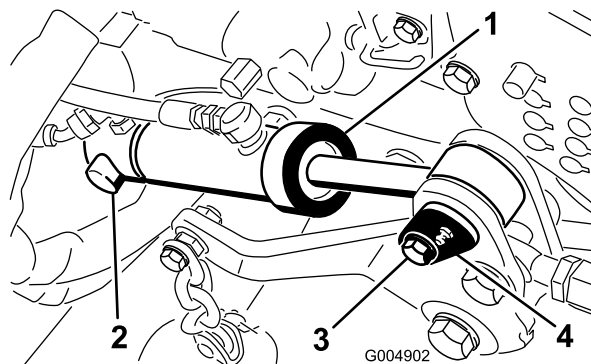

Figure 30
9. Montez l'arrière du vérin de levage du plateau sur l'axe de pivot et fixez-le en place avec la bague de retenue (Figure 30).
10. Fixez l'avant du vérin de levage au châssis du plateau de coupe avec la goupille et la vis (Figure 30).